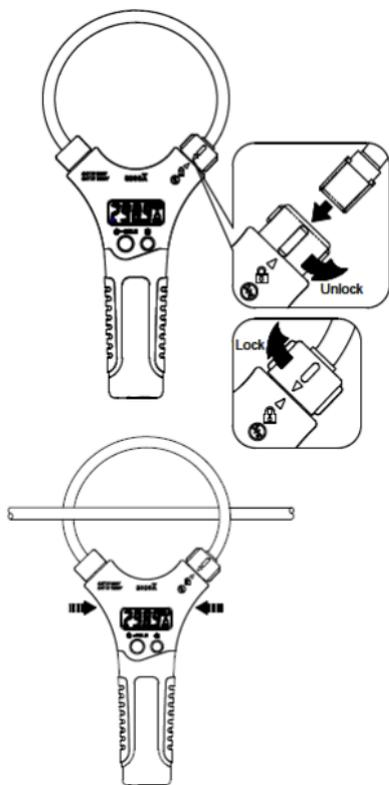
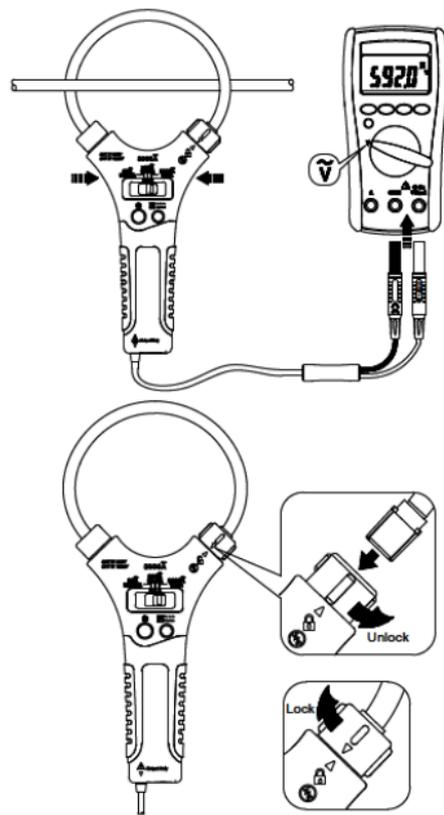

Рис. 6.2 Подключение sFlex D (10/18)
Рис. 6.3 Подключение sFlex T (10/18)
Доп. погрешность измерения тока обусловлена ошибками позиционирования в пространстве гибкой петли на проводнике с током. Характеризуется расстоянием линейного отклонения от оптимального расположения петли при котором - ось проводника находится точно в центре токовой петли (см. рис.6.2/ рис. 6.3).
3. Выходные провода подсоединить к входными гнездам COM (черный) и A (красный) внешнего индикатора (рис. 6.3)
5. Считать результат измерения переменного тока с экрана встроенного ЖК-дисплея (sFlex 10D/ 18D) или с индикатора внешнего вольтметра (sFlex 10T/ 18T). См рис. 6.3.
6. Для модели sFlex 10D/ 18D при необходимости использовать функции удержания показаний (HOLD) – нажатием на клавишу **⏻ • HOLD**. В условиях недостаточной видимости можно воспользоваться функцией включения подсветки дисплея – нажав на клавишу ***** (рис. 6.2).